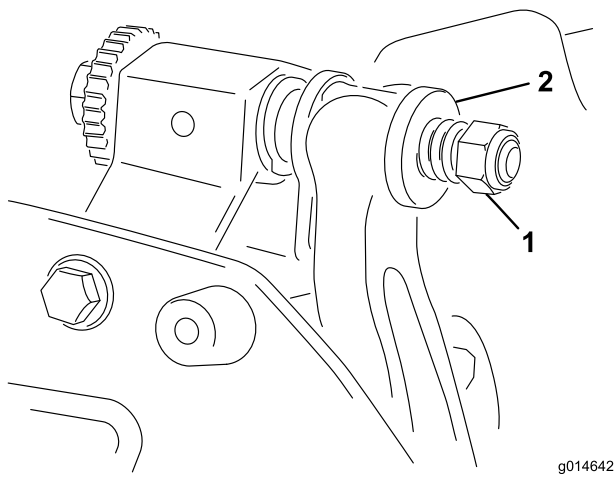

図 16
4. スプリングがつぶれるまでテンション・ナットを締め、そこから半回転戻す（図 16）。